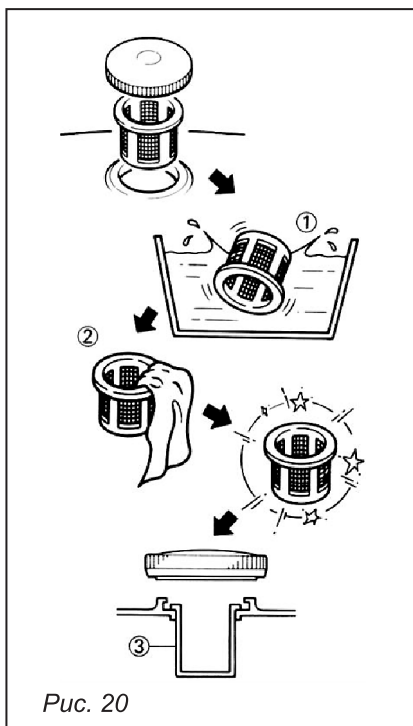

Рис. 20
8.5. Очистка фильтра бензобака (рис. 20)
- Открутите крышку бензобака и снимите сетчатый пластмассовый фильтр (1) бензобака, расположенный под крышкой бензобака.
- Промойте фильтр (1) растворителем и установите на место (3).